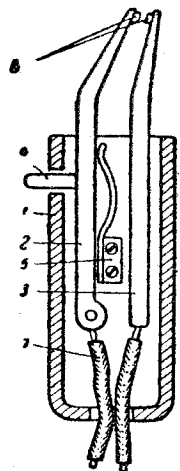

Abb. 4:
Die Schweißzange (Abb. 4) für die Kontaktschweißung besteht aus dem Handgriff (1) sowie aus zwei gebogenen Hebeln (2) und (3). Der Hebel 3 ist starr im Handgriff befestigt, während der Hebel 2 durch Druck auf den Knopf (4) bewegt werden kann. Die Feder (5) drückt den Hebel beim Loslassen des Knopfes (4) wieder in die